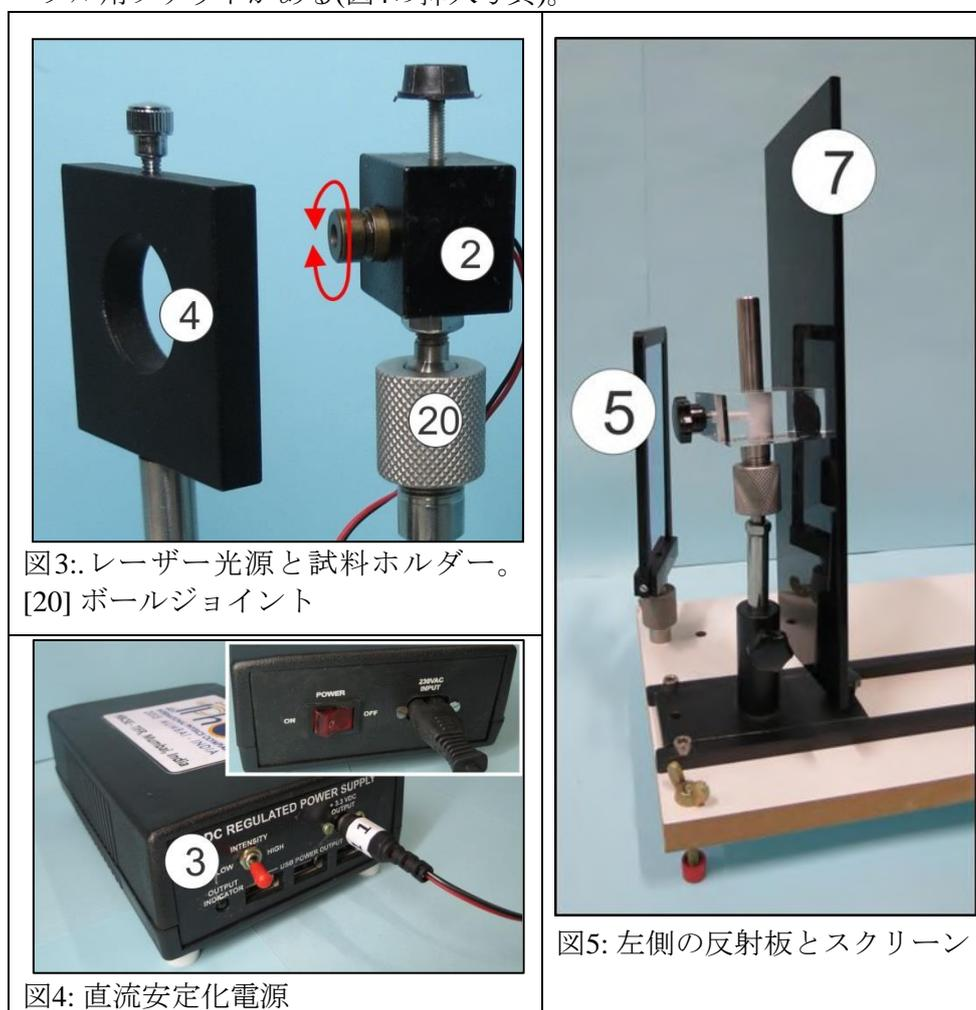

図3: レーザー光源と試料ホルダー。
**レーザー光源と固定器具 [2]**: 金属製固定器具にとりつけられたレーザー光源（波長  $\lambda = 635 \text{ nm}$  ( $1 \text{ nm} = 10^{-9} \text{ m}$ )) が、ボールジョイント(図3の[20])を介して基盤に固定されている。ボールジョイントで位置の微調整 (X-Y-Z方向) が可能である。レーザー光源上部の固定ネジをゆるめるとレーザー光源が手で回転できる。回折パターンが見つからない時は、レーザー光の焦点を調整すると鮮明なパターンが得られる。先端のレンズキャップを回すとレーザー光の焦点が調整できる(図3の赤い矢印)。
**試料ホルダーと固定器具、基盤 [4]**: 試料は上部のネジを用いて固定する(図3)。試料ホルダーは水平・垂直2方向に位置の調整ができる。また、垂直軸と水平軸まわりに回転できる。